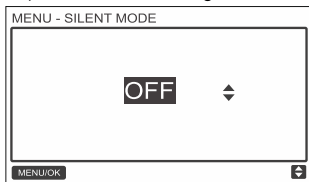

Fig. 66: Impostazione SILENT MODE (Funzionamento silenzioso)
Premendo il tasto AUMENTARE ▲ o DIMINUIRE ▼ impostare, se la modalità silenziosa deve essere acceso (ON) o spento (OFF), come mostrato in fig. 66.